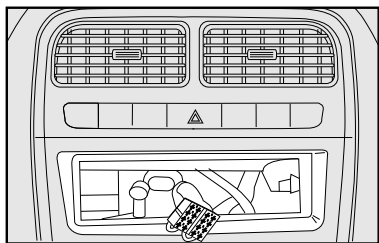

fig. 108
- cabo e plugue de alimentação do auto-rádio, **fig. 108**